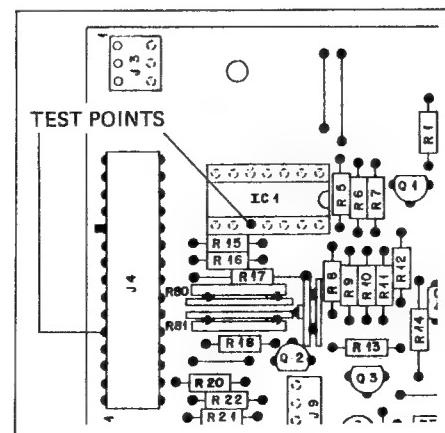

Fig. 3.12
- An IC1 Pin 10 (Mikroprozessorprint 1.710.465) oder an Steckerleiste J4, Pin 5 Oszilloskop oder hochohmiges Voltmeter ($> 1 \text{ MOhm}$) gegen Masse anschliessen (Fig. 3.12).
- Connect oscilloscope of high-impedance voltmeter ($> 1 \text{ Mohm}$) to IC1 pin 10 (microprocessor board 1.710.465) or multipoint connector J4 pin 5 against ground (Fig. 3.12).
- Branchez un oscilloscope ou un voltmètre à haute impédance ($> 1 \text{ MOhm}$) sur la broche 10 du circuit intégré IC1 (circuit du microprocesseur 1.710.465) ou sur la broche 5 du connecteur J4 (fig. 3.12).